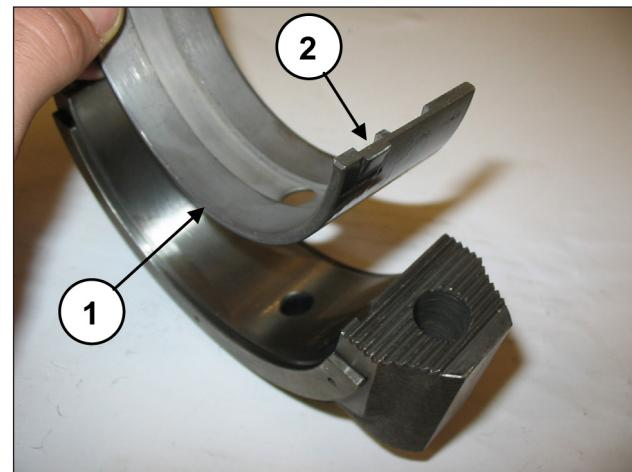
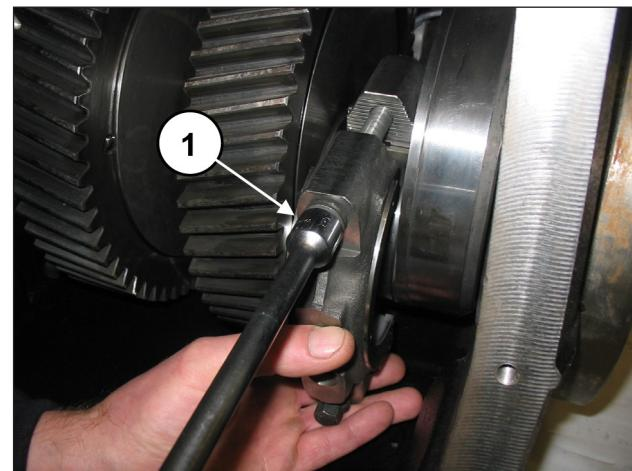

Abb. 82
Abb. 83
Montieren Sie die unteren Lagerschalen an die Pleueldeckel (Pos. ①, Abb. 82) und vergewissern Sie sich dabei, dass die Bezugsmarkierung der Lagerschalen in der entsprechenden Aufnahme am Deckel zu liegen kommt (Pos. ②, Abb. 82). Befestigen Sie die Pleueldeckel mit Pleuelhälften anhand der Schrauben M12x1.25x87 (Pos. ①, Abb. 83).